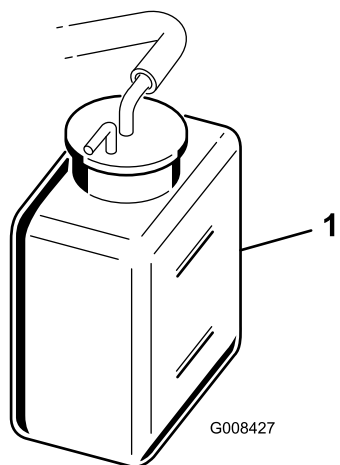

Figure 41
2. Contrôlez le niveau de liquide de refroidissement (Figure 40 et Figure 41).